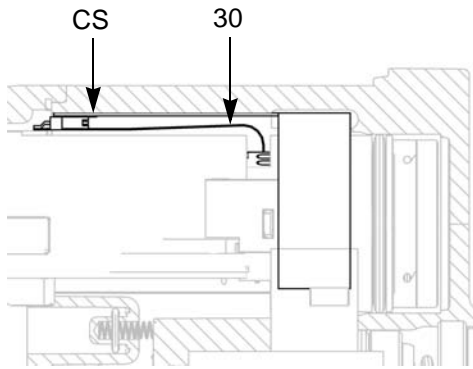

FIG. 26. Esnek Devrenin Bağlanması
8. Güç kaynağı/türbin donanımını tabancanın gövdesine (10) takın. Topraklama şeritlerinin (EE) tabanca gövdesine temas ettiğinden emin olun.
Yalnızca akıllı modellerde: 6 pinli esnek devrenin (30) konektörünü tabanca gövdesi üstündeki soket (CS) ile hizalayın. Bkz. FIGURE 26.